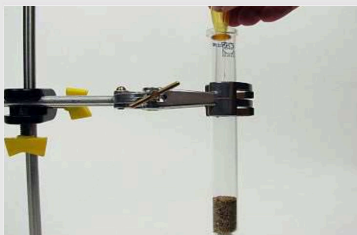

Abbildung 5
3. Fülle das Reagenzglas etwa 3 cm hoch mit Sand. Fülle die Pipette mit Wasser und befeuchte damit gründlich den Sand, ohne dass Wasser an die Wände gelangt (Abb. 5).